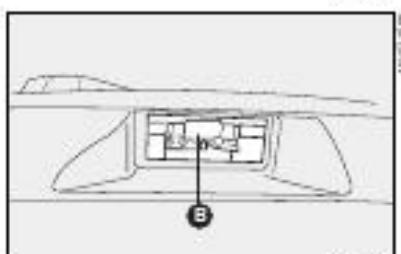

fig. 48
2) retirar a lâmpada **B**-fig. 48 e substituí-la.